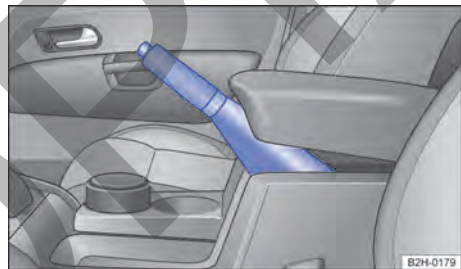

Fig. 107 Entre los asientos delanteros: freno de mano.
2. Tire de la palanca del freno de mano con fuerza hacia arriba manteniendo el botón de bloqueo presionado → Fig. 107.